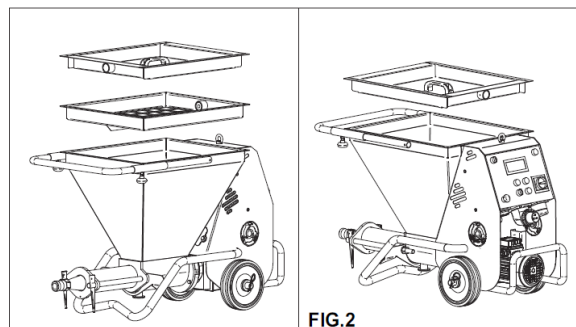

FIG.2
- COPERCHIO TRAMOGGIA (vedi fig.2)